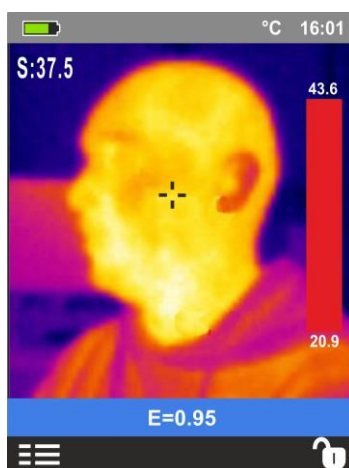

Fig. 37: Visualizzazione condizione di allarme funzione Screening
9. Inquadrare il soggetto in prova ad una distanza consigliata di 1m. Con temperatura misurata del soggetto superiore al valore di soglia di allarme impostata la barra associata alla tavolozza diventa di colore rosso e lampeggia a display (vedere Fig. 37) e un allarme acustico è attivato (THT45, THT46)